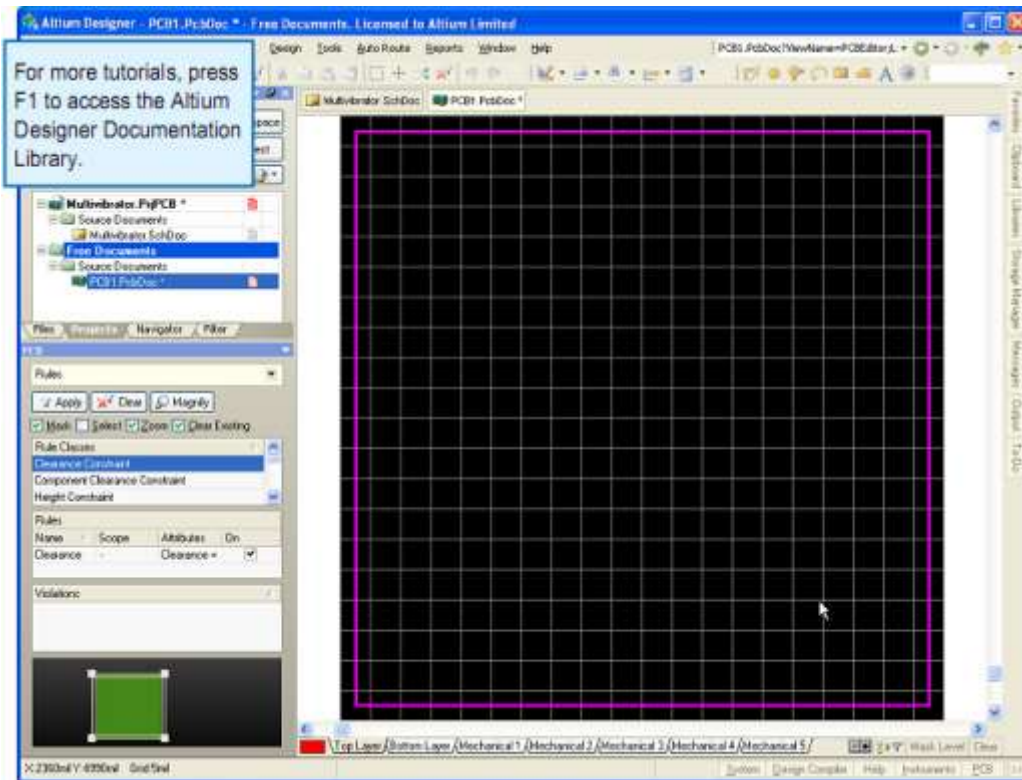

图 4.13 PCB 文件
11. PCB 文件显示出一个预设大小的白色图纸和一个空板（黑色为底，带栅格），如图 4.13 所示。如果需要关闭，选择 Design>>Board Options，并在板设置对话框中取消选择 Display Sheet。用户可以用 Altium Designer 的其它 PCB 模板来添加边界，栅格参考和标题。